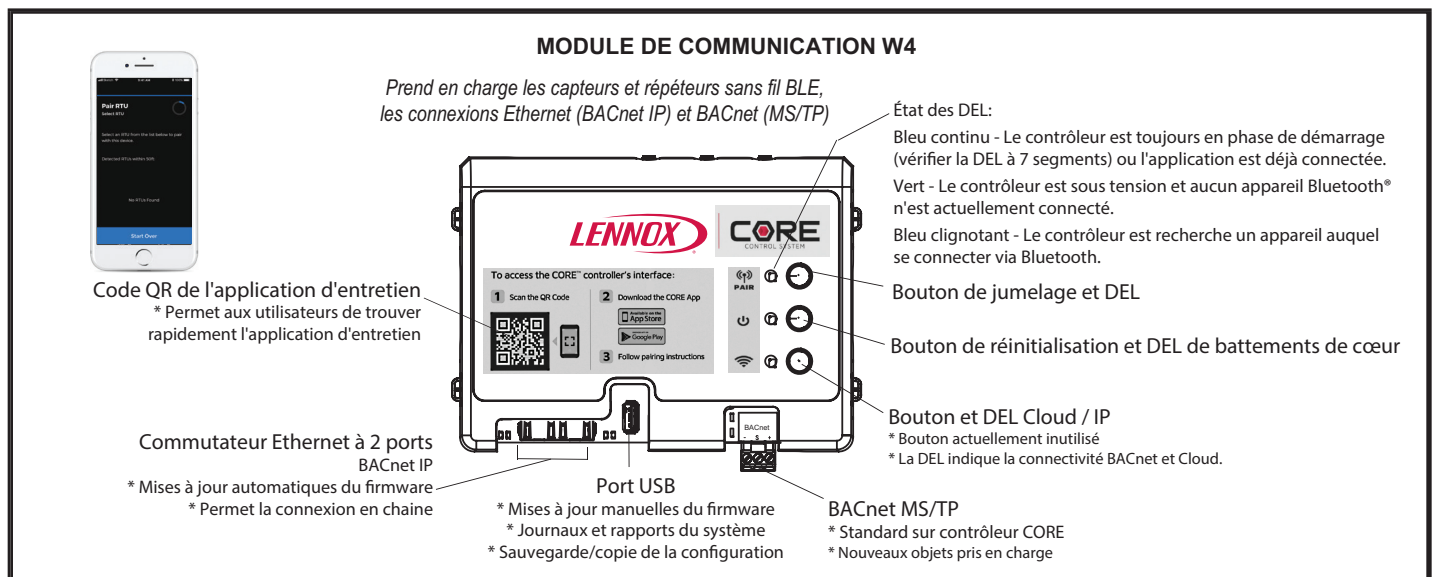

FIGURE 21
- 2 - Appuyer sur le bouton de jumelage et le maintenir enfoncé pendant 5 secondes. Voir FIGURE 21.